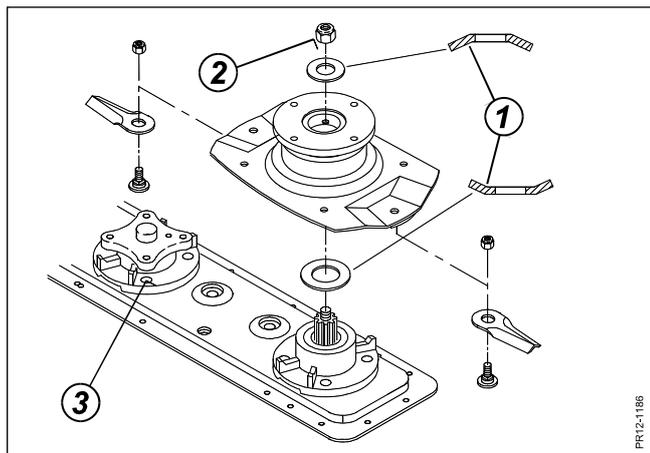

Рис. 5-15
Рис. 5-15 Пружинная шайба (1) крепится, как показано на рисунке, изгибом вверх. Гайка (2) затягивается на **190 Нм** (19 кгм). Болты (3) крепления гнезда подшипника затягиваются на **85 Нм** (8.кгм).